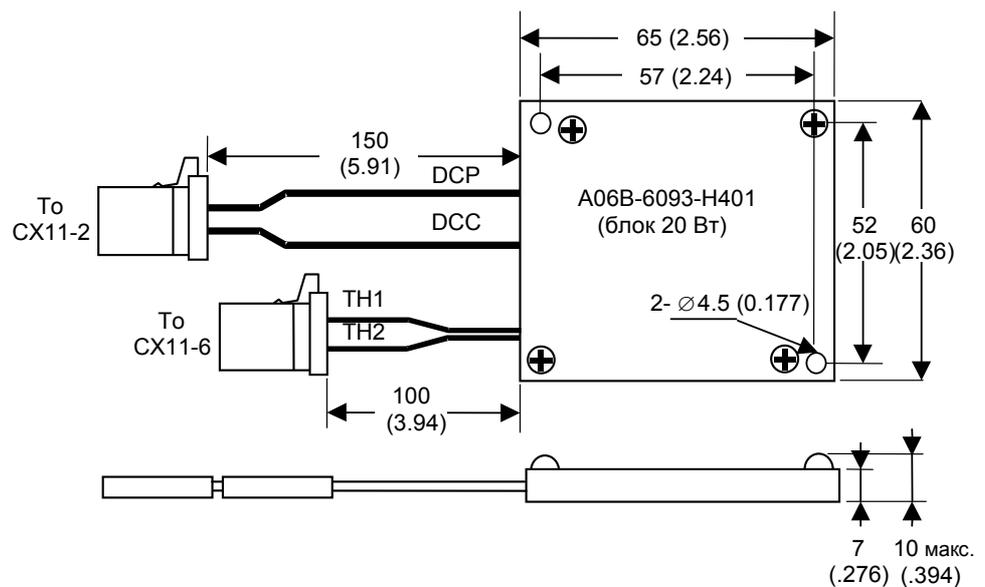

Рис. 2-1. Регенеративный (тормозной) Резистор 20 Вт A06B-6093-H401
- A. Чтобы создать папку VersaPro, выберите меню **F**ile (Файл), а затем пункт меню **N**ew Folder (Новая Папка). В результате появляется Мастер по Созданию Новой Папки. Требуется ввести Folder **N**ame (Название Папки), **L**ocation (Местонахождение) и Folder **D**escription (Описание Папки). В данном примере введите текст, как показано в диалоговом окне. (Рис. 2-1).